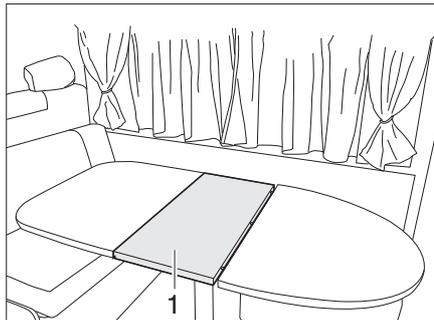

Bild 85 Festen Tisch vergrößern
- Die Tischplattenverlängerung (Bild 85,1) einsetzen.
- Die Tischplattenverlängerung (Bild 85,1) entnehmen und sicher verstauen.